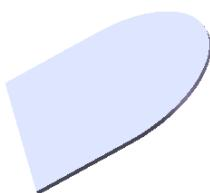
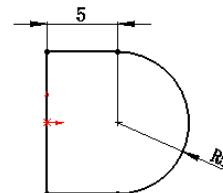

图 4.10 基体—法兰 1
图 4.11 横断面草图
Step2. 创建图 4.10 所示的钣金基础特征——基体—法兰 1。
(1) 选择命令。选择下拉菜单 **插入(I)** →  **钣金(M)** →  **基体法兰(B)...** 命令(或单击“钣金”工具栏上的“基体法兰/薄片”按钮 )。
(2) 定义特征的横断面草图。
- ① 定义草图平面。选取前视基准面作为草图平面。
- ② 定义横断面草图。在草图环境中绘制图 4.11 所示的横断面草图。
- ③ 选择下拉菜单 **插入(I)** →  **退出草图** 命令，退出草图环境，此时系统弹出“基体法兰”对话框。